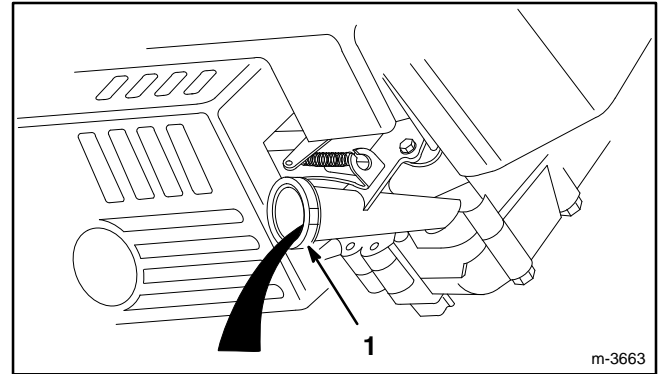

Figure 19
6. Basculer la tondeuse sur le côté gauche pour permettre à l'huile de s'écouler dans le bac (Fig. 19).